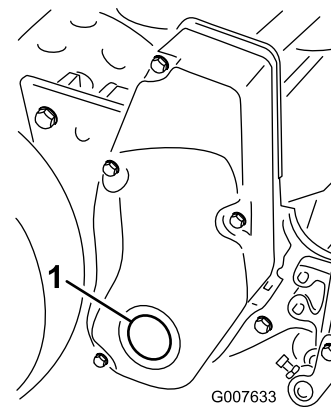

Figura 50
1. Retire el tapón de la cubierta derecha de la transmisión del molinete (Figura 50).